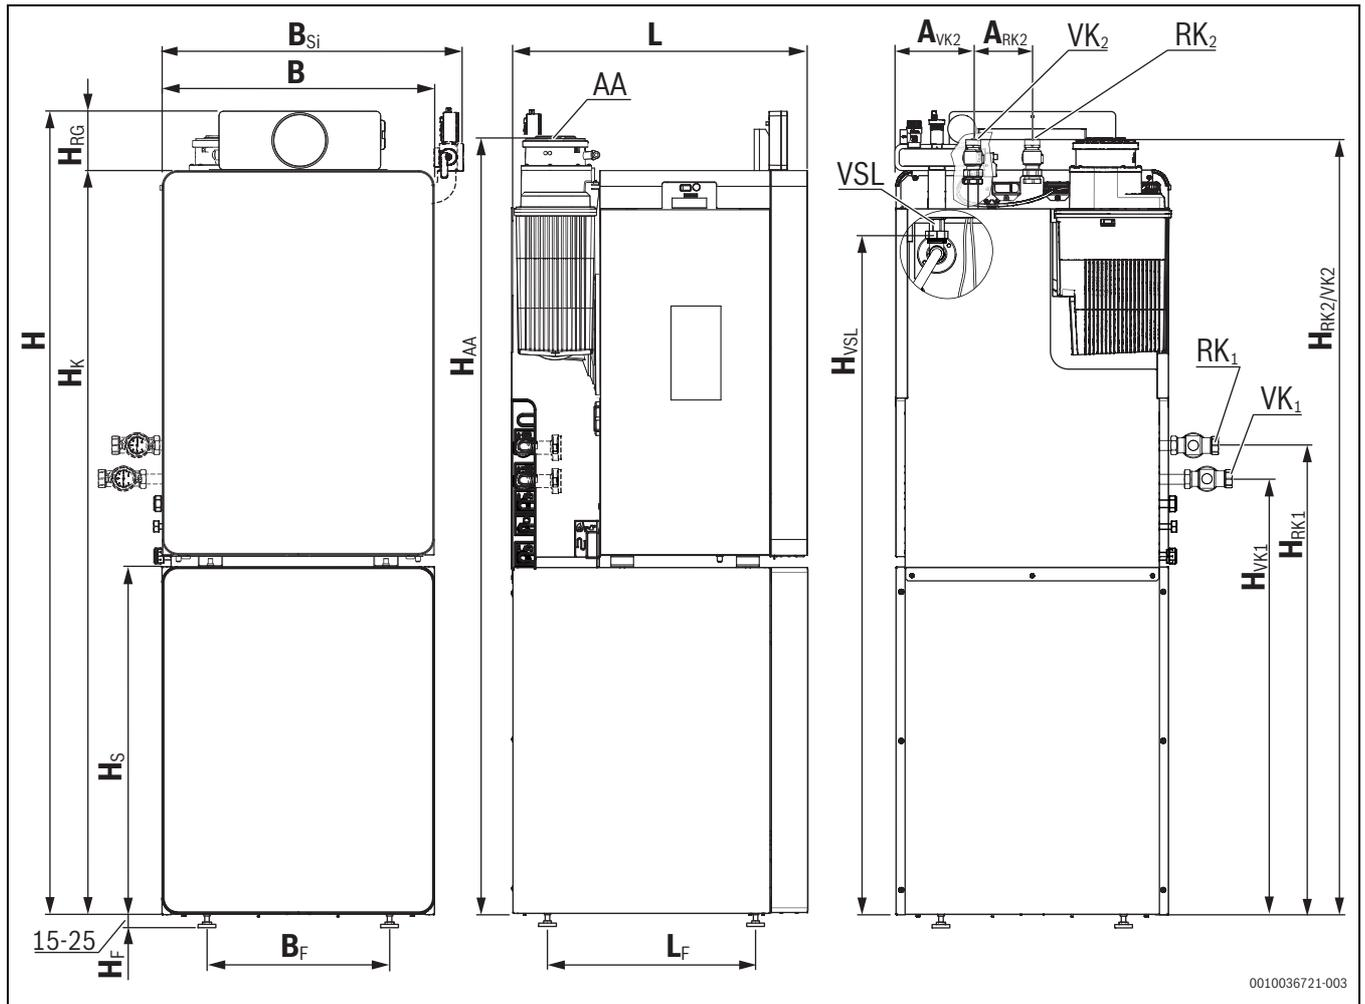

Bild 3 Anschlüsse und Abmessungen am Heizkessel mit untergestelltem Warmwasserspeicher, OC8800i FM 19/25, (Maße in mm; Darstellung enthält Zubehör)
**i** Der Kessel ist in Bild 3 mit Heizkreis-Anschlüssen nach links (Variante 1) und nach oben (Variante 2) sowie Trinkwasser-Anschlüssen nach links dargestellt. Optional können die seitlichen Anschlüsse nach rechts ausgeführt werden. Nur jeweils eine Variante der Anschluss-Sets ist möglich.
Tab. 4 Anschlüsse und Abmessungen für OC8800i FM 19/25 (→Bild 3 und 4)